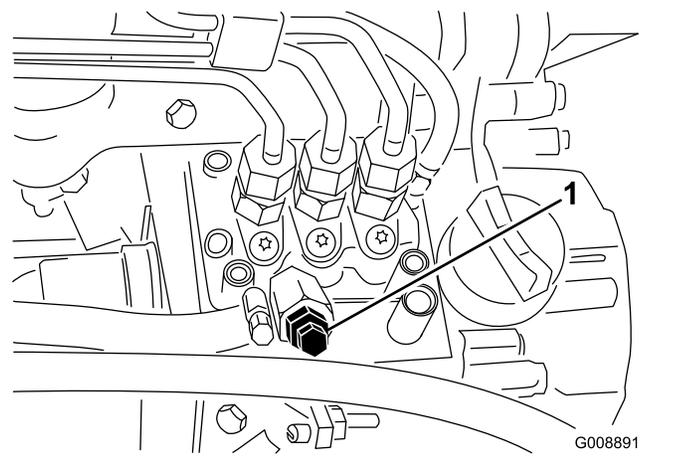

Figura 85
4. Aprite la vite di spurgo dell'aria, situata sulla pompa di iniezione del carburante (Figura 85).